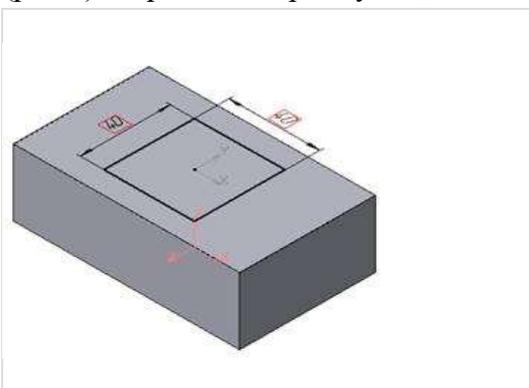
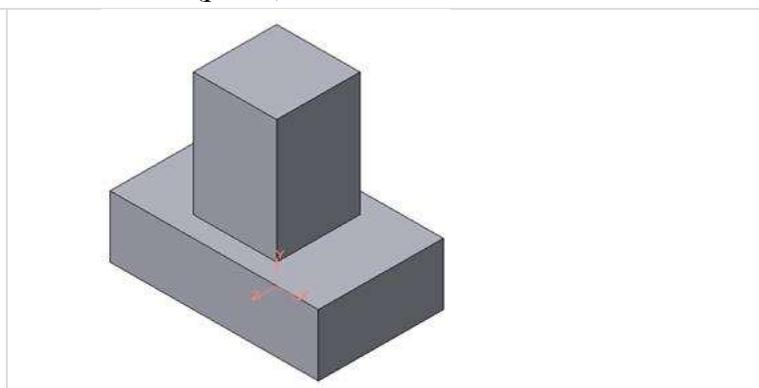

Рисунок 4 Эскиз призмы
Рисунок 5 Операция приклеивания элемента
2. Для построения верхнего элемента детали - прямоугольной четырехгранной призмы на верхней плоскости основания вычертим эскиз - квадрат со сторонами 40 мм (рис.4) и приклеим призму выдавливанием на 50мм (рис.5).